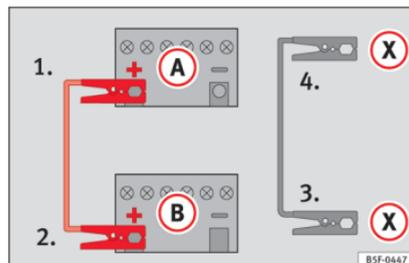

Abb. 76 Anschlussschema für Fahrzeuge mit Start-Stopp-System.
– Bei Fahrzeugen mit Start-Stopp-System: Klemmen Sie ein Ende des **schwarzen** Starthilfekabels (X) an eine geeignete Masseklemme, an ein massives, am Motorblock verschraubtes Metallteil oder an den Motorblock » Abb. 76.
5. Klemmen Sie das andere Ende des **schwarzen** Starthilfekabels (X) im Fahrzeug mit der entladenen Batterie an ein mit dem Motorblock verschraubtes, massives Metallteil oder an den Motorblock selbst, aber so weit wie möglich von der Batterie (A) entfernt an.